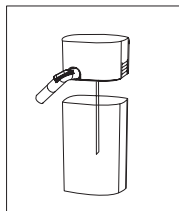

Рис. 2
- Возьмитесь за ёмкость (11), потяните её по направлению к себе, нажмите на фиксаторы (10) и снимите с ёмкости (11) крышку капучинатора (12) (рис. 2). Наполните ёмкость (11) водой, до отметки максимального уровня.